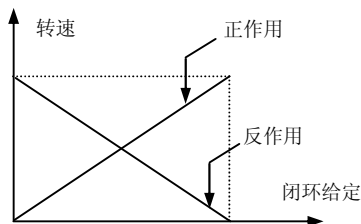

图 6-35 闭环调节特性示意图
通过 P7.14 的设置可以适应两种闭环特性的要求，如图 6-35 所示。
- (1) 确定闭环给定和反馈通道(P7.01、P7.02)。
- (2) 模拟闭环需设定闭环给定与反馈的关系(P7.06～ P7.09)。
- (3) 确定闭环调节特性，如果给定和要求的电机转速的关系相反，将闭环特性调节设为反作用(P7.14=1)，如图 6-35 所示。
- (4) 设定闭环预置频率功能(P7.16～ P7.17)。
- (5) 设定闭环滤波时间、采样周期、偏差极限、增益系数(P7.03、P7.04、P7.12、P7.13)。